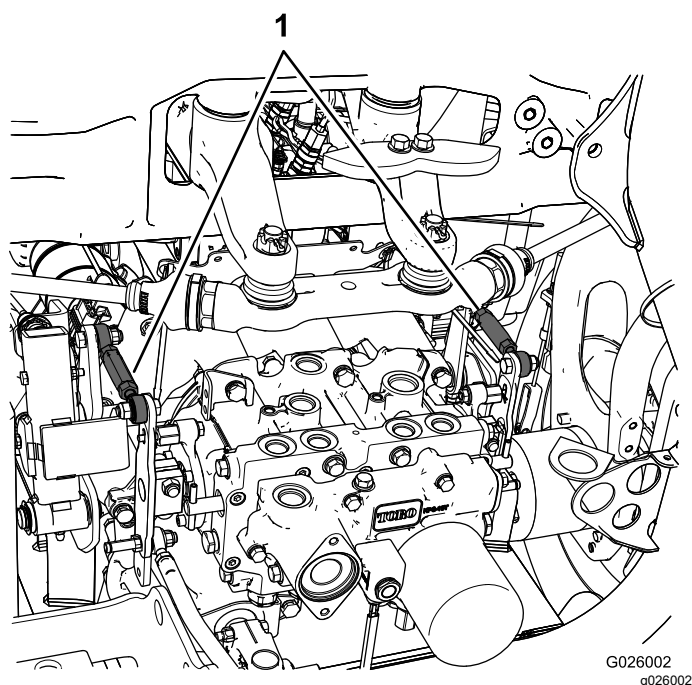

Figure 86
- Si la roue arrière gauche tourne, desserrez les écrous de blocage sur la tige de commande de transmission gauche (Figure 86).